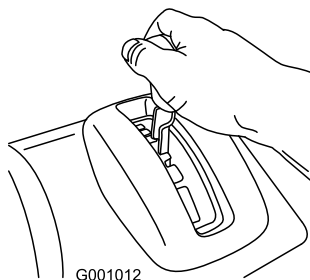

Figura 13
- Posizionate la leva del selettore della velocità alla posizione desiderata di marcia avanti, assicurandovi che si blocchi nella tacca (Figura 13).